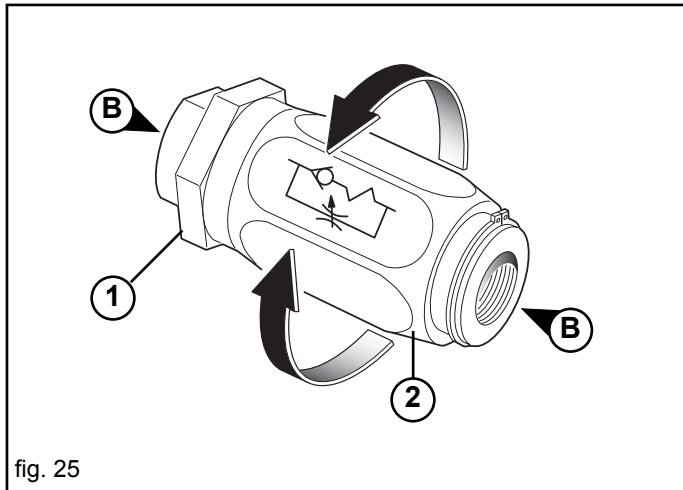

fig. 25
Nell'impianto della valvola, è integrato con regolatori di flusso unidirezionali (Fig. 25) che permettono di regolare la quantità d'olio, in apertura od in chiusura secondo il senso di montaggio degli stessi. Flusso da A a B libero (Fig. 25); Flusso da B a A strozzato (regolato) (Fig. 25). Allentare la ghiera di bloccaggio (1) e ruotare la manopola (2) per la regolazione. Ultimata la regolazione, serrare nuovamente la ghiera di bloccaggio.